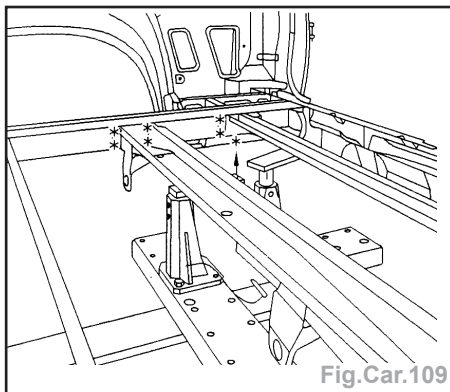

Fig.Car.109
- Dégraffer les lignes de points et le point à l'aide d'une fraise de  $\varnothing 8$  mm (Fig.Car.109).